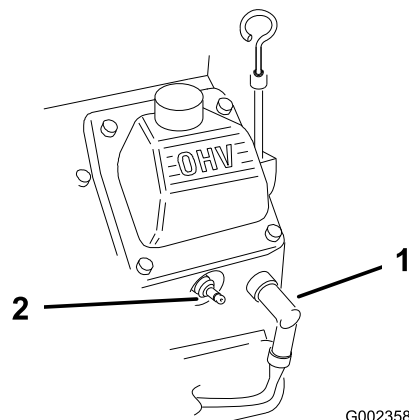

Figure 26
2. Débranchez les bougies (Figure 26).